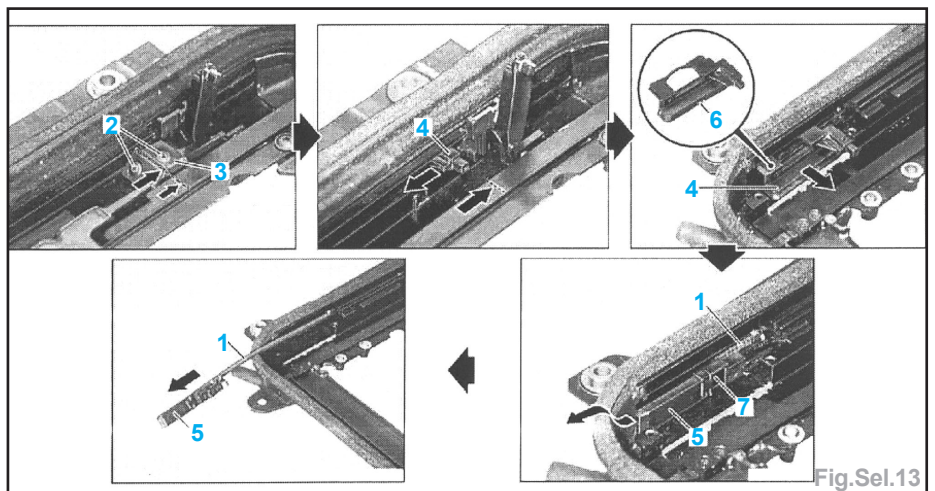

Fig.Sel.13
- Repérer la position du levier (3) par rapport au cadre du toit (Fig.Sel.13).